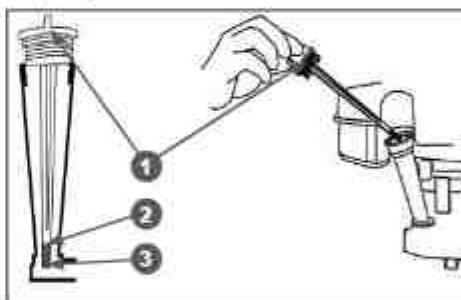

Рис. 21 Крышка-щуп маслозаливной горловины
- Осторожно открутите крышку-щуп 1 (Рис. 21) маслозаливной горловины, протрите его насухо и отложите в сторону.